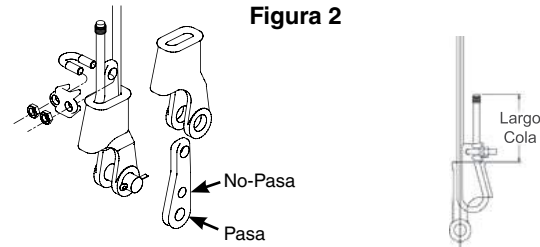

Figura 2
- Inserte el extremo vivo del cable en la cuña, alineando el extremo vivo del cable con la línea central del pasador. Haga un lazo y regrese. (Ver Figura 2)